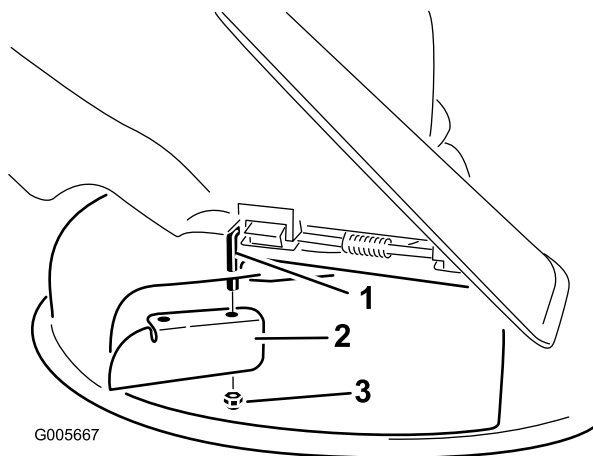

Figura 26
6. Installate il deflettore di scarico sull'asta di rotazione visibile (Figura 26). Usate il dado sottile in dotazione (3/8 poll.) per assicurare il deflettore al tosaerba.
2. Rimuovete il deflettore di scarico dalla macchina (Figura 26).